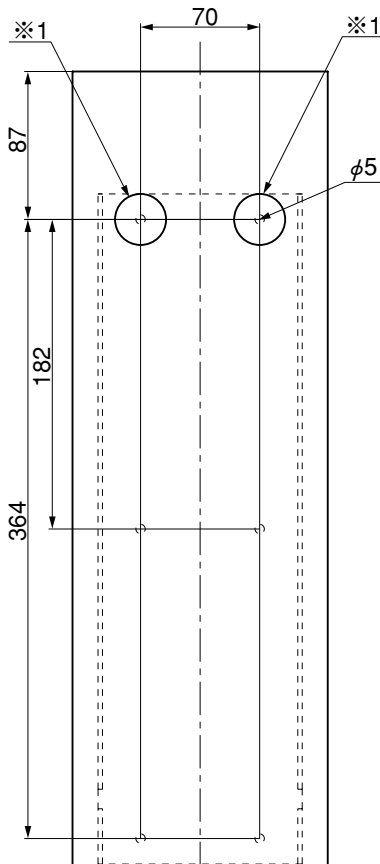

図4-2 桁直線取付けの場合
- ② SAボードに※1で示す箇所に $\phi 5$ の孔を2ヶ所あけてください。(図4-2、図4-2参照)